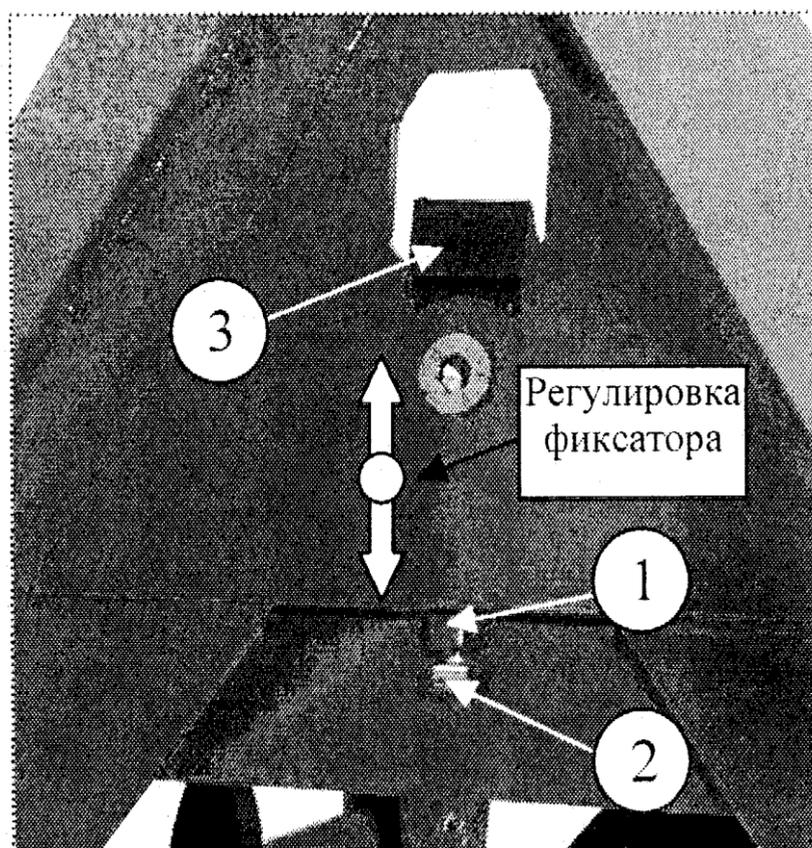

Рис. 17 Регулировка фиксатора
1. ослабить контргайку 1 (Рис. 17),
2. при помощи болта 2 установить зазор между фиксатором и крюком присоединительного треугольника 3 на предписанное значение (Рис. 17),
3. законтрить болт 2 (Рис.17) гайкой 1 (Рис 17).